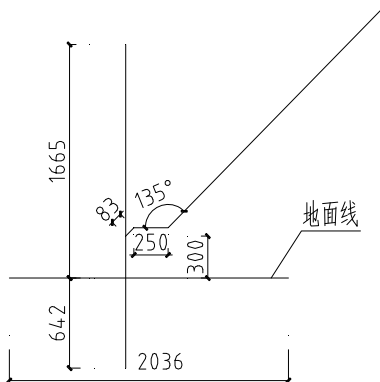

图 14-20 绘制系统图给水管线
**01** 绘制给水管线。调用 L【直线】命令，绘制地面线；在命令行中输入 HZGX 命令按回车键，在弹出的【管线】对话框中单击“给水”按钮，绘制给水管线的结果如图 14-20 所示。